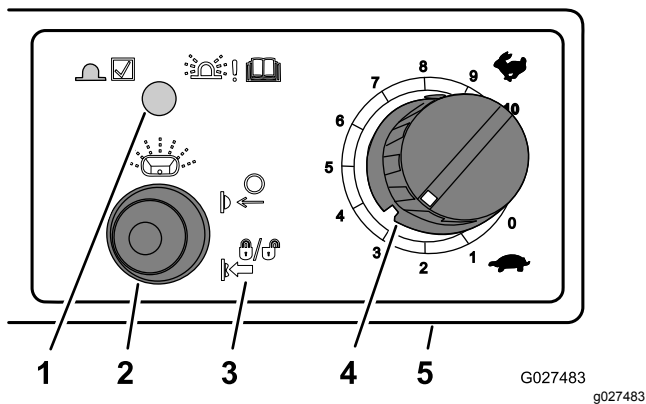

Figura 32
2. Ajuste el control de velocidad del impulsor para una tasa de esparcido apropiado, luego mueva el interruptor de encendido/apagado del impulsor a la posición de ENCENDIDO (Figura 32).
- Para bloquear el control de velocidad del impulsor, pulse y mantenga pulsado el interruptor de encendido/apagado del impulsor durante 5 segundos (Figura 32).